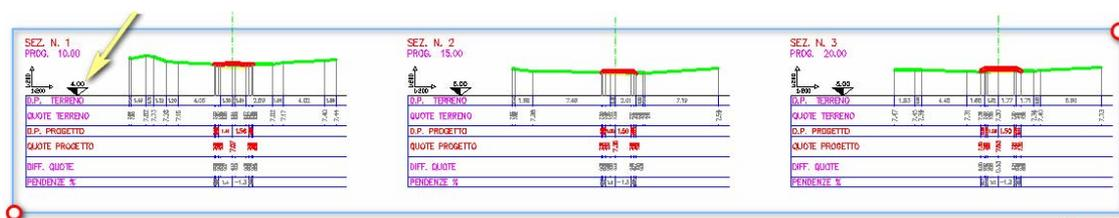

Figura 1
- **Numero area da calcolare da 1 a 10:** Definisci il numero dell’area da calcolare in base a quanto memorizzato durante i comandi  **Calcolo Sezione singola** oppure **Calcolo  Sezioni multiple**. Ti ricordo che i dati delle aree vengono memorizzate nel blocco portaquota indicato in figura 1 dalla freccia gialla;
- **Selezione sezioni per calcolo volumi** : Seleziona in blocco tutte le sezioni (come indicato in figura 1) delle quali vuoi calcolare il volume;